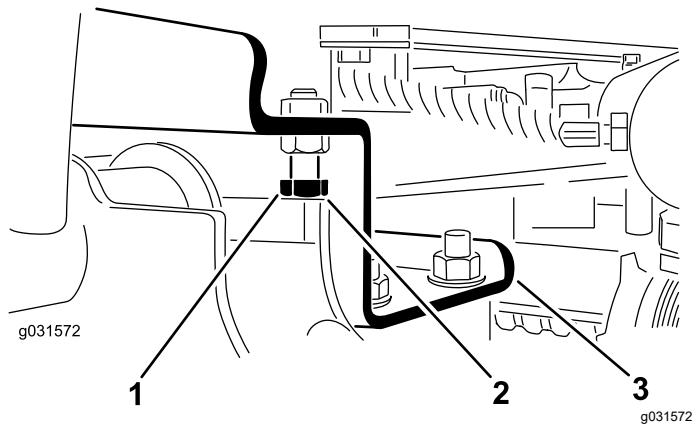

Figura 14
- A. Solte os parafusos de bloqueio (Figura 14).
2. Certifique-se de que a folga entre cada braço de elevação e pino de bloqueio é de 0,13 a 1,02 mm, conforme se mostra na Figura 14.